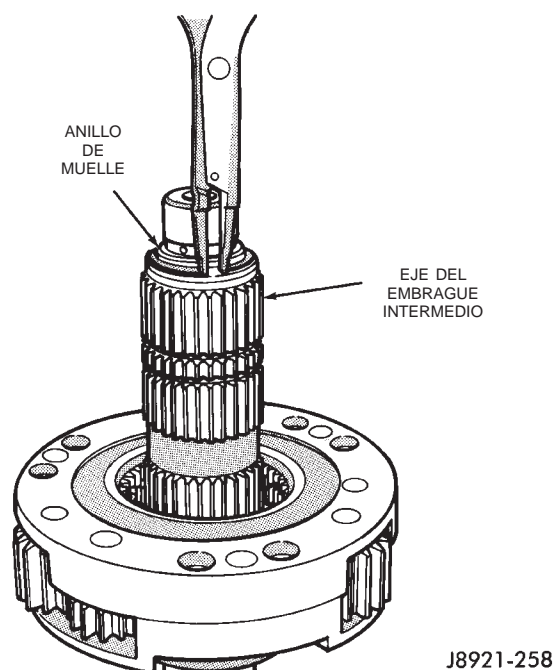

Fig. 30 Desmontaje del anillo de muelle del eje del embrague intermedio
(7) Retire el anillo de muelle del eje del embrague intermedio (Fig. 30).